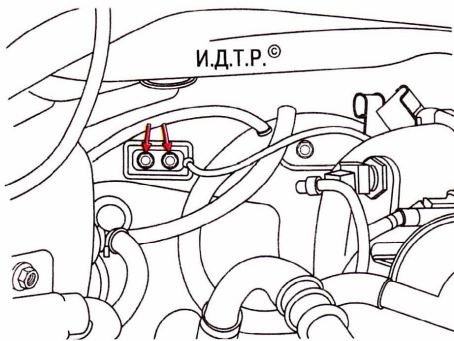

Рис. 12.13. Крепление «массового» провода впускной трубы
11. Отсоедините от щита передка «массовый» провод впускной трубы, отвернув две гайки крепления наконечника (рис. 12.13).